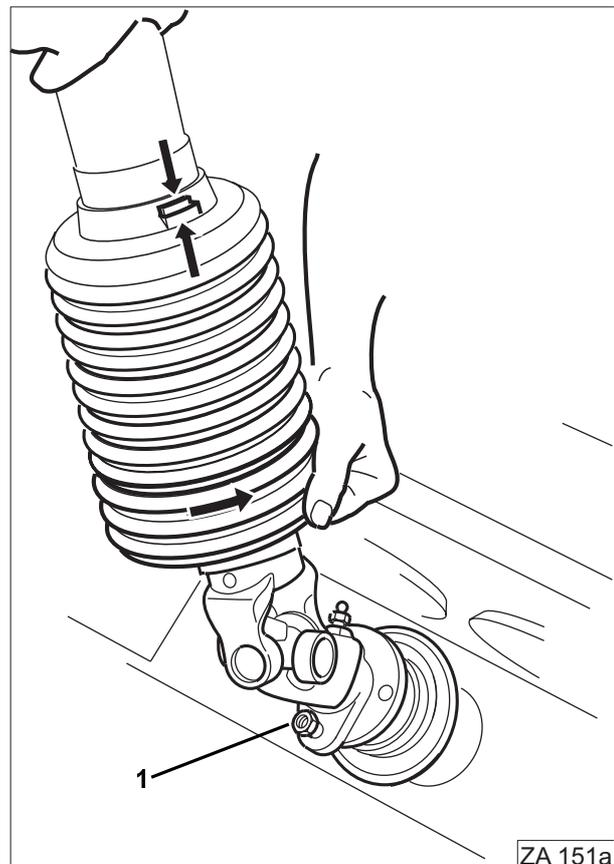

Fig. 45
- Desenroscar el visor (Fig. 45/1).
- Enroscar el visor (Fig. 45/1) de nuevo.
Los **tornillos 8 x 30, DIN 931, 8.8** que se suministran sueltos, **son tornillos de repuesto (Fig. 45/1) para fijar la junta del eje cardánico en la brida del árbol de entrada de la transmisión.** Introducir siempre engrasado el eje cardánico en el árbol de entrada de la transmisión.